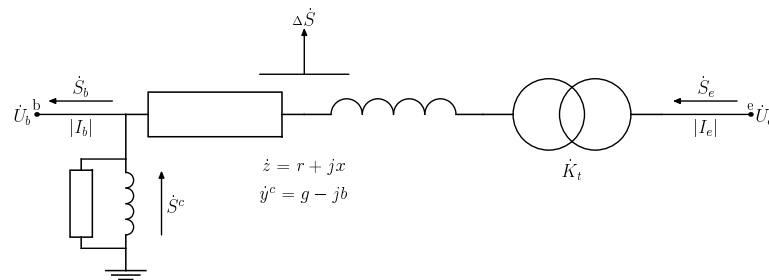

Рис. 1.4. Схема замещения трансформатора
- для трансформатора используется стандартная Г–образная схема замещения, показанная на рис. 1.4 и для нее определяется: